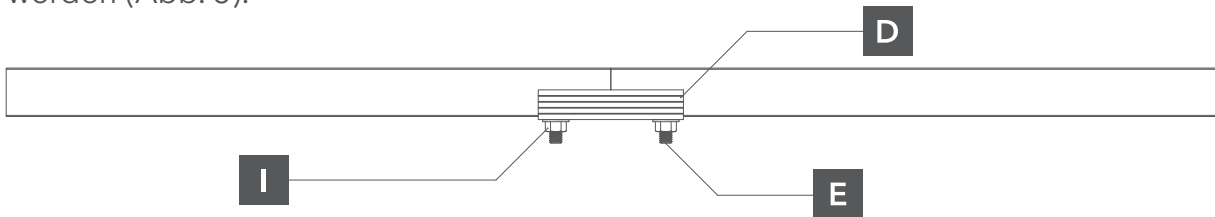

Abb. 5. Verbindung der Montageschienen
- 4** Wenn ein System mit mehreren Reihen bestellt wird, können die Montageschienen unterschiedliche Längen haben. Es müssen mithilfe eines Schienenverbinders zusammengefügt werden (Abb. 5).